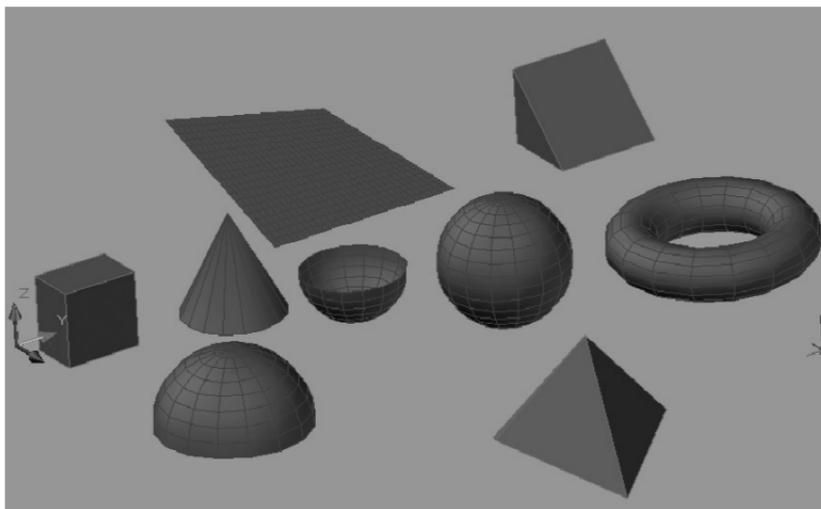

Рис. 7.11. Поверхностные примитивы
3. Сохраните файл. Поверхностные примитивы представлены на рис. 7.11 в режиме отображения **Realistic** (Реалистичный).